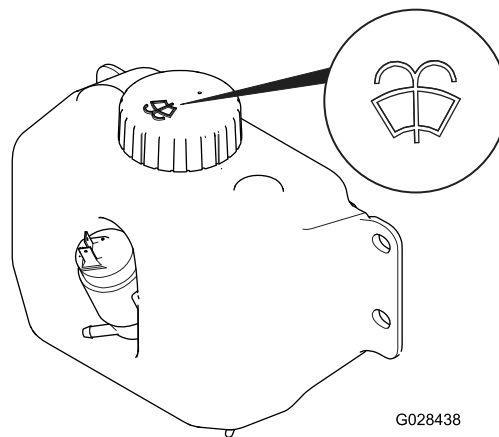

Figura 50
2. Abra o capot e localize o depósito de líquido de lavagem (**Figura 50**).